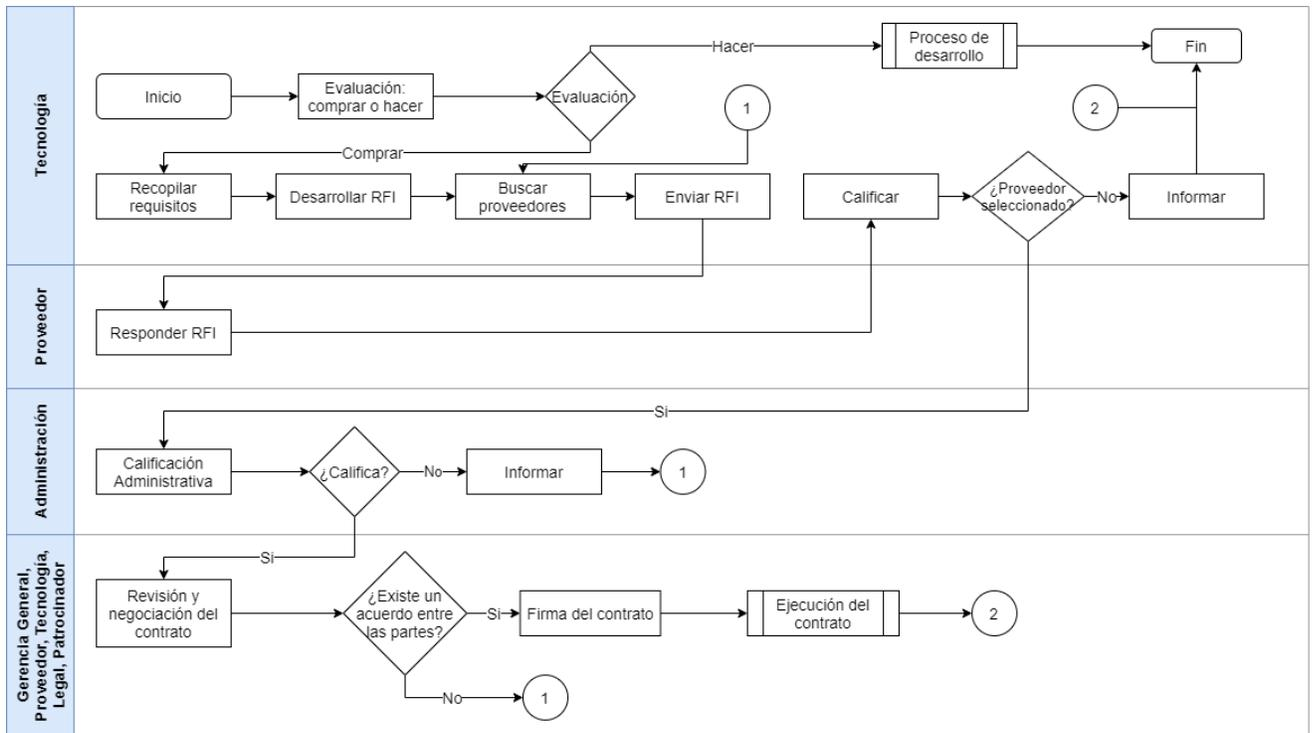
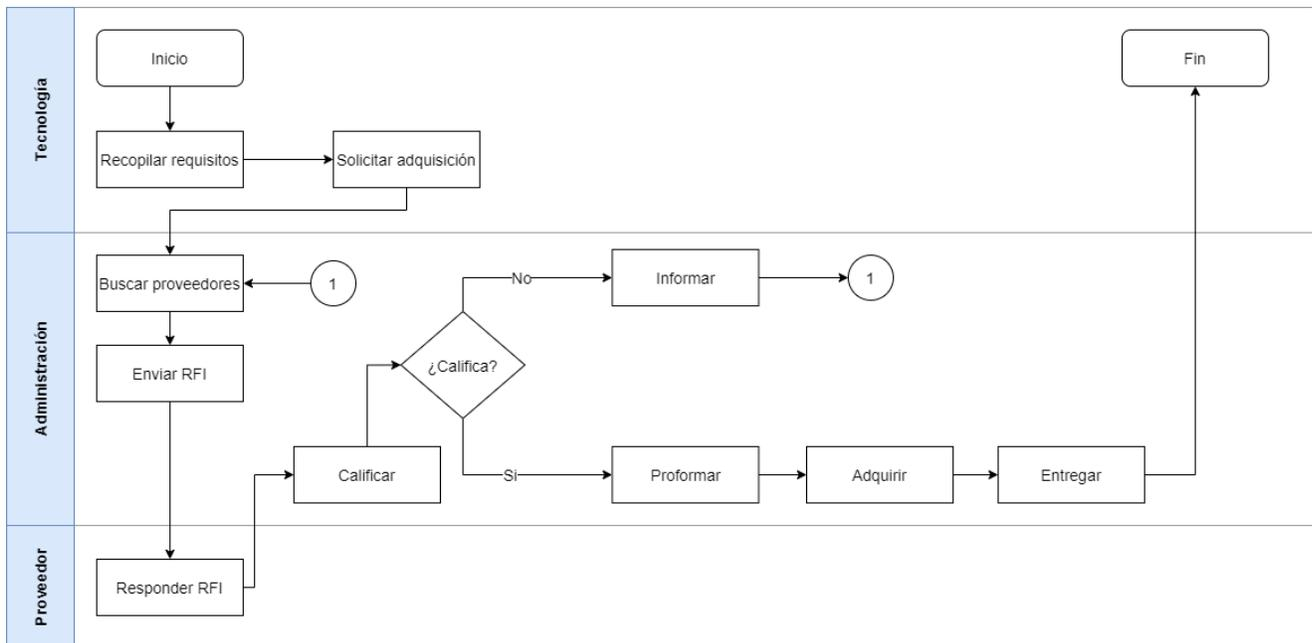

Figura 11. Diagrama de flujo del procedimiento para contratos de compra o desarrollo llave en mano.
Figura 12. Diagrama de flujo del procedimiento para contratos de compra de materiales, equipos o suministros.
El presente apartado comprende los procesos a través de los cuales se adquieren productos o servicios externos a la empresa, como lo detalla la Tabla 46; y por los cuales, se deberán seguir los procesos de contratación establecidos en el funcionamiento operativo de la UCUENCA-EP. Para el proyecto de diseño de la PMO empresarial, las adquisiciones se basarán en: (1) consultoría en curso para el sistema de información para la gestión de proyectos y la capacitación del personal para su uso; (2) capacitación en la metodología de gestión de proyectos con enfoque PMI®; (3) materiales de oficina, los cuales incluyen tecnología. A continuación, la Figura 11 y Figura 12 detalla los procedimientos por seguir para las adquisiciones del proyecto siendo el Requerimiento de Información (RFI, por sus siglas en inglés) el principal concepto a manejar dentro del algoritmo, pues con ello la empresa obtendrá una idea de las posibilidades que ofrece cada proveedor y la Tabla 47 refiere a la matriz a dar seguimiento para cumplir con el cometido de la planificación de las adquisiciones.